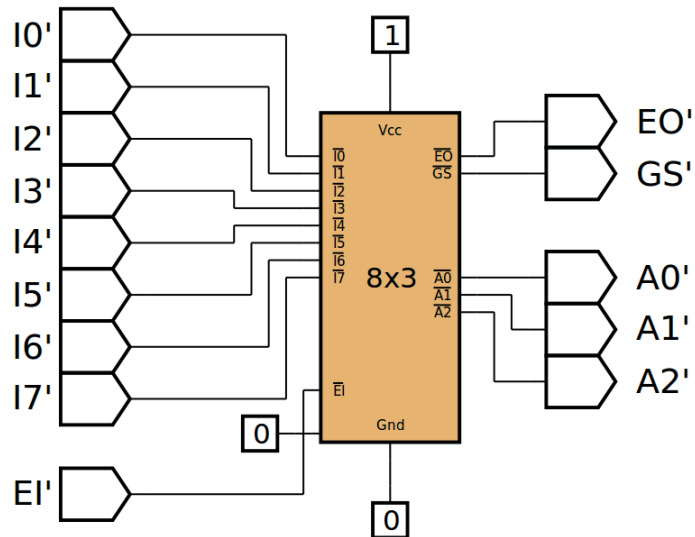

Figura 7.22 – Diagrama esquemático.
- Utilize um programa de simulação em computador (SmartSim, Atanua, Qucs) faça a simulação do circuito da figura 7.22. Compare os resultados com a tabela 7.6.